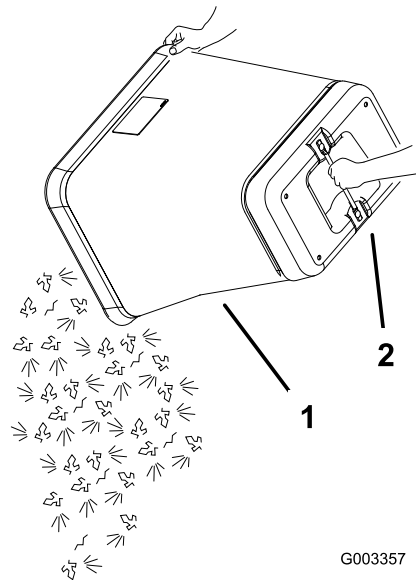

Figure 22
9. Saisissez la poignée située sous le bac et renversez ce dernier pour le vider (Figure 22).